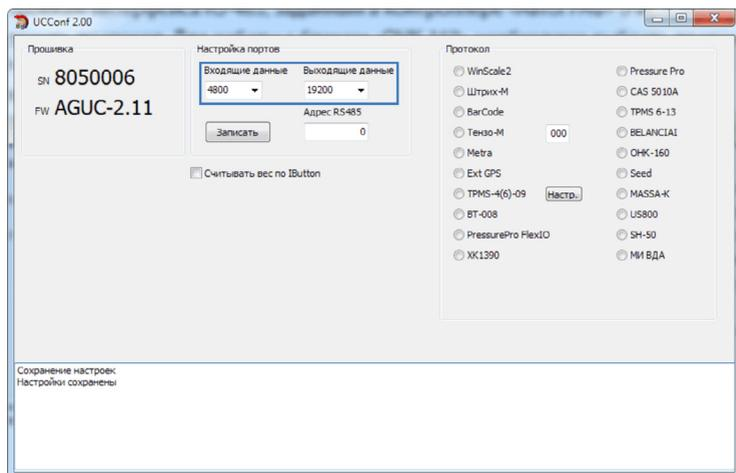

Рис.1. Настройка скорости входящих и выходящих данных, адреса адаптера.
- подключить адаптер «ТК-IA» к ПК при помощи стандартного кабеля USB AM - USB miniB 5 pin. После подключения в программу будут считаны серийный номер и версия прошивки адаптера (Рис.1);
- затем настроить скорость входящих данных адаптера (Рис.1). Скорость входящих данных адаптера интерфейсов должен соответствовать скорости передачи данных системами контроля давления, поэтому скорость входящих данных необходимо уточнять у производителя системы контроля давления в шинах;
- настроить скорость выходящих данных. (Рис.1). Интерфейс RS-485 контроллера «АвтоГРАФ», к которому подключается адаптер интерфейсов, должен быть настроен на ту же скорость.